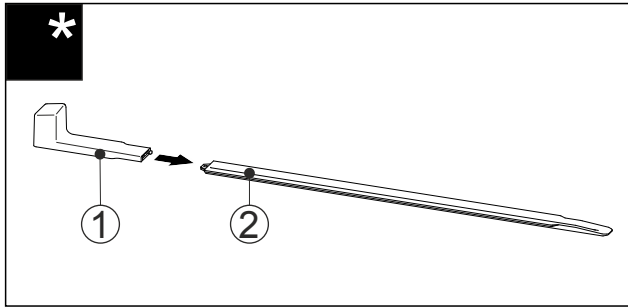

Fig. 47
- ▶ Вставьте монтажную ручку Fig. 47 (1) в выравнивающую рейку Fig. 47 (2).